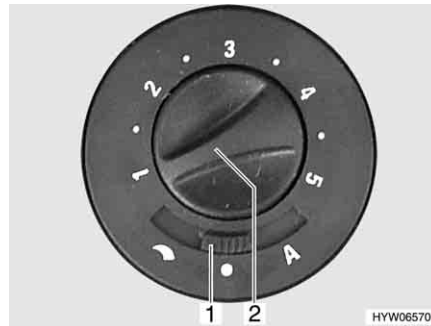

Fig. 128 Commutateur de commande du ventilateur à air pulsé
- Régler l'interrupteur à curseur (Fig. 128,1) sur "☾" (réglage manuel) ou "A" (mode automatique).
- Régler (réglage manuel) ou limiter (mode automatique) la puissance désirée du ventilateur à air pulsé à l'aide du bouton de commande (Fig. 128,2).
- Régler l'interrupteur à curseur (Fig. 128,1) sur "●" (arrêt).